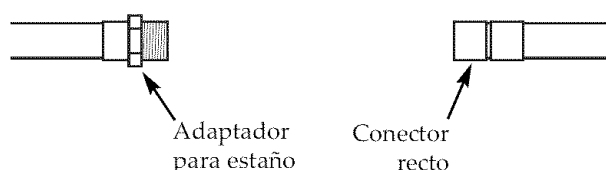

Figura 11
3. Suelde un adaptador para estaño en uno de los extremos del tubo. (Vea la Figura 11.)
4. Coloque un conector recto en el otro extremo del tubo, pero no lo suelde. (Vea la Figura 11.)